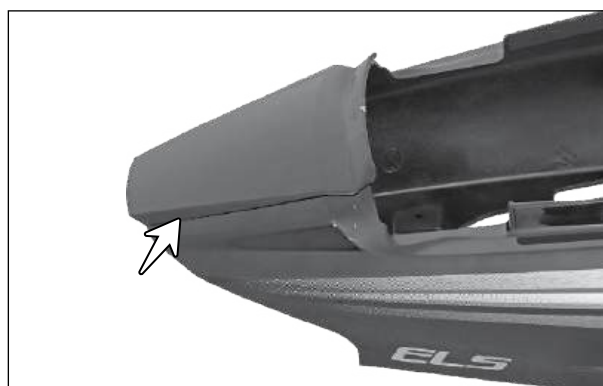

Fig. 1.30
- Deslize a parte central da carenagem traseira (seta) para trás e retire-a do conjunto da carenagem traseira. (Fig. 1.30)